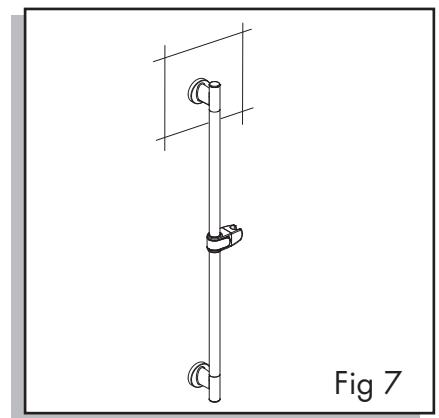

Fig 7
7. Repeat step 5-6 for bottom of slide bar (Fig 7).
- Repita las etapas 5 y 6 para la parte inferior de la barra (fig. 7).
7. Répéter les étapes 5 et 6 pour la partie inférieure de la barre (fig. 7).